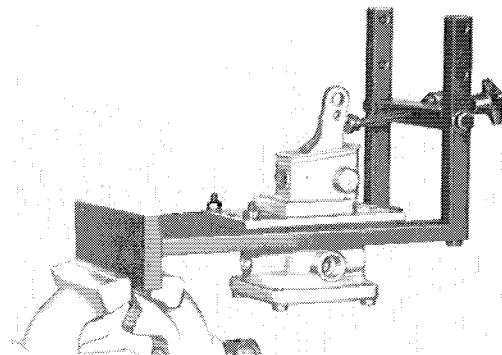

Abb. 2
- c) Zugwagenbremsventil mit der Spannplatte bzw. der Trägerplatte in der im Schraubstock des Prüfstandes eingespannten Spannvorrichtung befestigen. (Abb. 2)